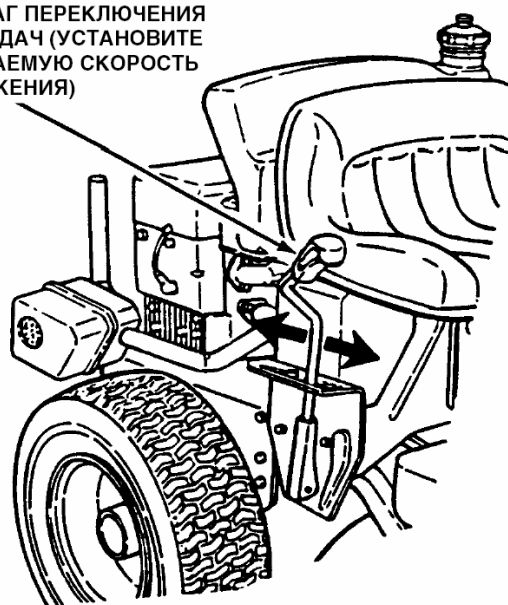

Рис. 2.12
3. Переведите рычаг переключения передач в положение 1-й скорости. См. рис. 2.12.